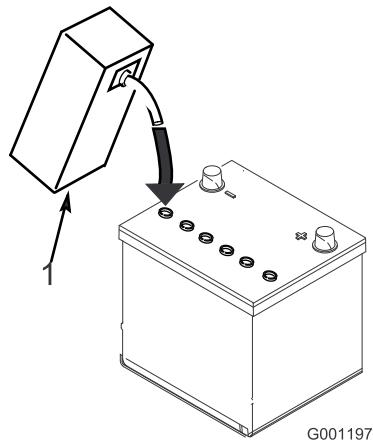

Figure 5
3. Versez de l'électrolyte avec précaution dans chaque élément jusqu'à ce les plaques soient recouvertes par environ 6 mm de liquide (Figure 5).
4. Attendez environ 20 à 30 minutes pour que les plaques aient le temps de s'imprégnier d'électrolyte. Faites l'appoint au besoin pour que le niveau de liquide monte à 6 mm en dessous du creux de remplissage (Figure 5).